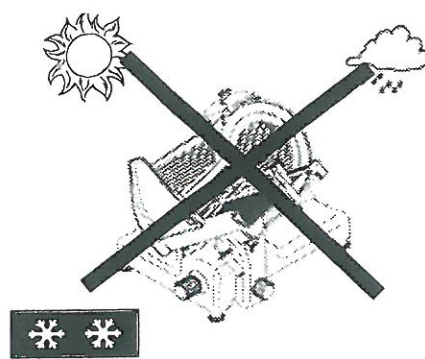

Abb.28
- Die Aufschnittmaschine darf nicht schädlichen Umwelteinflüssen (Sonne, Regen, Bespritzungen, Feuchtigkeit, Eis (Abb. 28) ausgesetzt werden.